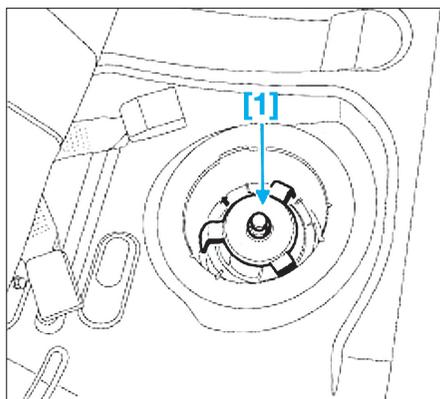

Fig. 48
- [1]. Outil de dépose de l'écrou de fixation de l'ensemble pompe/jauge/filtre (Ref Renault : Mot 1397) (Fig.48).
- Déposer l'écrou de l'ensemble pompe/jauge/filtre à l'aide l'outil [1] (Fig.48).